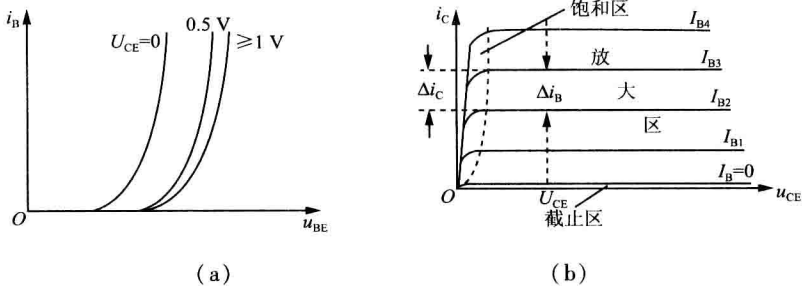

图 1.4 晶体管的共射特性曲线
(1) 输入特性曲线：如图 1.4(a) 所示，描述管压降 U_{CE} 为一常量时，基极电流 i_B 与发射结压降 u_{BE} 之间的函数关系，即
(2) 输出特性曲线：如图 1.4(b) 所示，描述基极电流 I_B 为一常量时，集电极电流 i_C 与管压降 u_{CE} 之间的函数关系，即